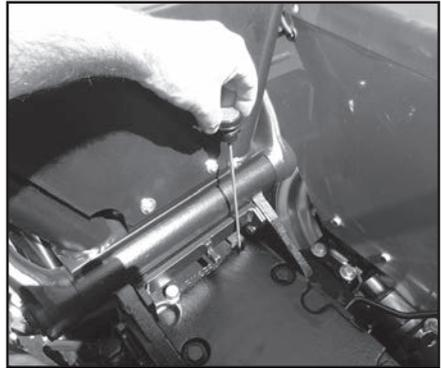

Abb. 6.18
- Den Messstab herausziehen (Abb. 6.18);